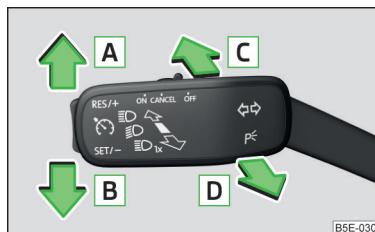

Fig. 51
- Trageți maneta de semnalizare și pentru faza lungă (» fig. 51 la pagina 76) spre volan, împingeți-o în jos și mențineți-o în această poziție.
Pozițiile manetei de operare » fig. 51